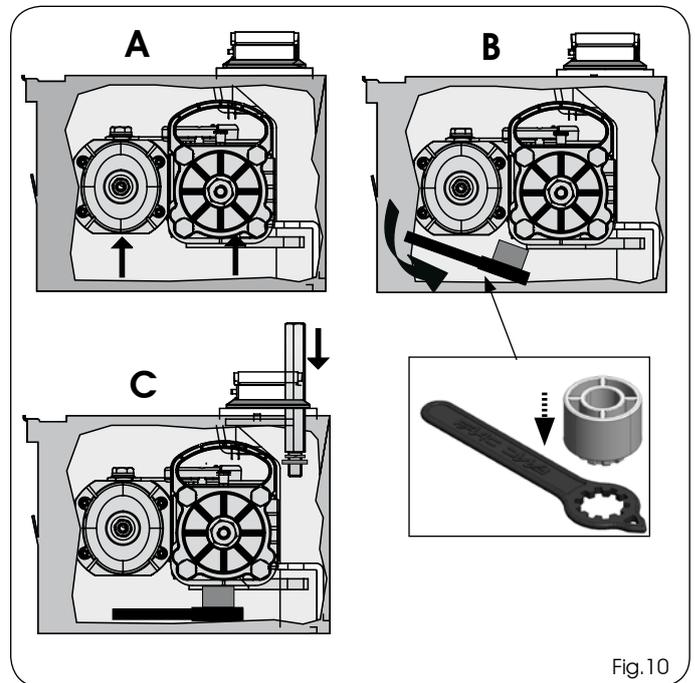

Fig.10
10) Soulever l'opérateur avec les poignées spécifiques (Fig.10 réf. A), en insérant le pignon dans la douille rainurée du caisson autoportant. Pour faciliter l'opération, tourner légèrement l'opérateur jusqu'à l'accouplement.
11) Positionner la clé fournie sous l'opérateur, d'après la figure 10 réf. B,C.
12) Introduire et visser les vis de fixation avec une rondelle grover d'après la figure 10 réf. C, de manière à fixer l'opérateur au caisson autoportant d'après la figure 11.